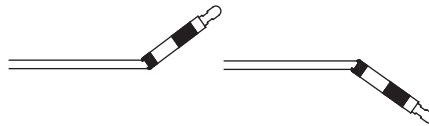

Figure 6
- Redresser ensuite le dispositif d'insertion, continuer à le plier et à le redresser jusqu'à ce que la tubulure du dispositif d'insertion s'ouvre, exposant l'élément de libération (Figure 6).